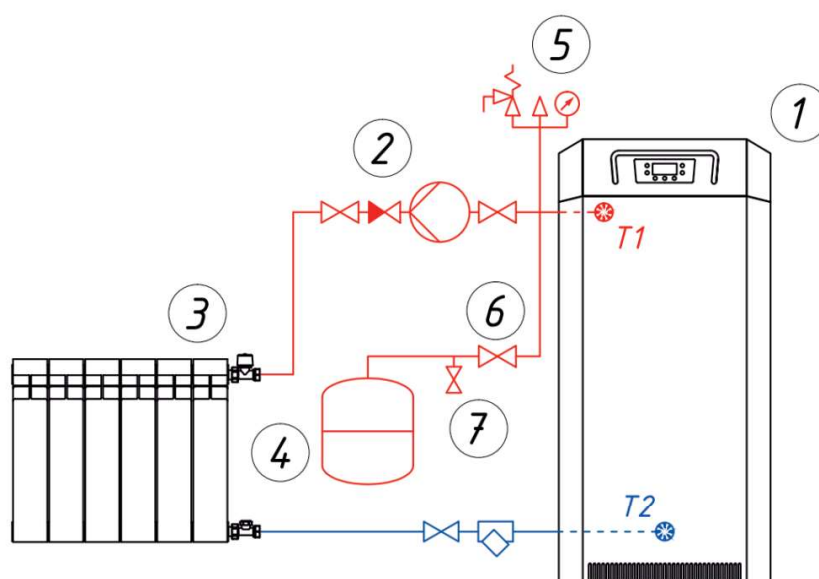

Рис. 1
4.8 Вариант установки бака мембранного показан на Рис. 1.